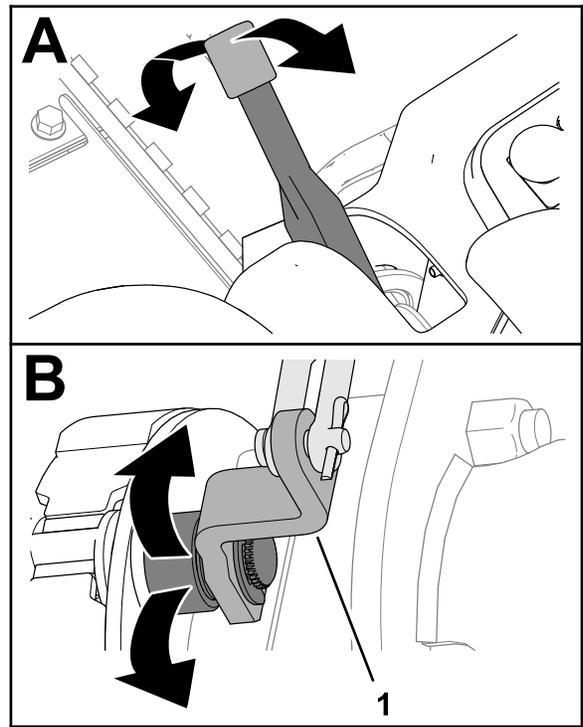

図 67
2. 駐車ブレーキのレバーを何度か操作して、ブレーキカムのレバーが自由に動くことを確認する 図 67。